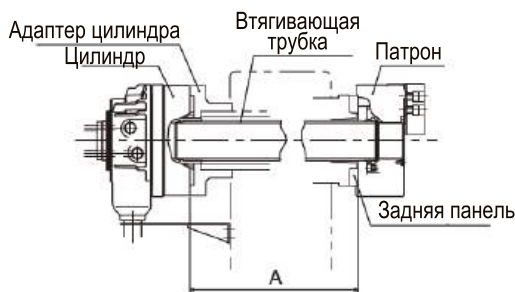

Рисунок 17
- Определите размер (размер  $\varnothing E$  на рис.17) задней пластины так, чтобы торцевая поверхность плунжерной гайки соприкасалась с задней пластиной и останавливалась при вытягивании плунжерной гайки. Если ход больше указанного, это может привести к поломке патрона.